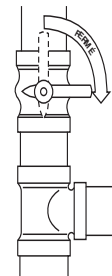

Fig. 17 - Fermer le robinet de gaz manuel externe.
2. Fermer le robinet de gaz manuel externe. Voir Fig. 17.